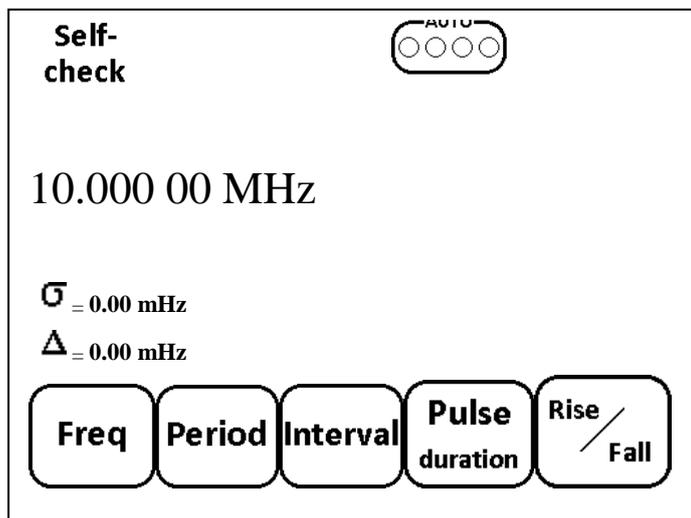

Рис. 6.13 Меню выбора режимов измерения.
- Нажать кнопку menu, поз. 14, при этом на экране ЖК появится меню выбора режимов измерения, см. Рис. 6.13